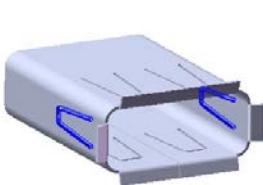
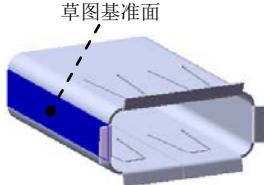
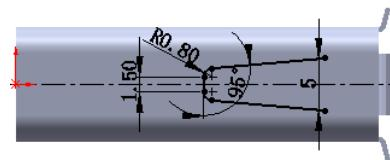

图 10.32 切除一拉伸 2
图 10.33 定义草图基准面
图 10.34 横断面草图
(3) 定义镜像对象。在设计树中选择切除一拉伸1为镜像1的对象。
(4) 单击 \checkmark 按钮，完成镜像1的创建。
Step10. 创建图10.32所示的钣金特征——切除一拉伸2。
(1) 选择命令。选择下拉菜单**插入(I)** \rightarrow **切除(C)** \rightarrow **拉伸(E)…**命令。
(2) 定义特征的横断面草图。选取图10.33所示的模型表面为草图基准面，绘制图10.34所示的横断面草图。
(3) 采用系统默认的切除深度方向；在“切除一拉伸”对话框的**方向1**区域的下拉列表中选择**完全贯穿**选项。在**薄壁特征(1)**区域的**下拉列表**中选择**单向**选项，并在**T₁**文本框中输入0.5。
(4) 单击 \checkmark 按钮，完成切除一拉伸2的创建。